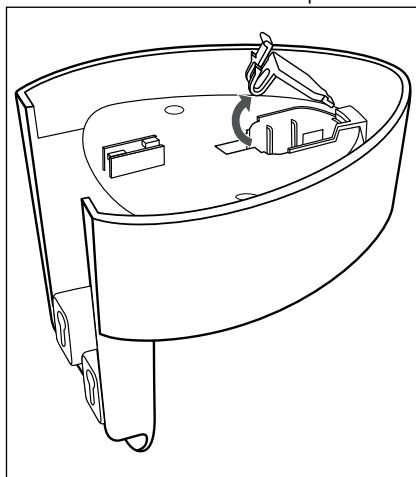

Fig. 1
- Ouvrez le petit couvercle (fig. 1).